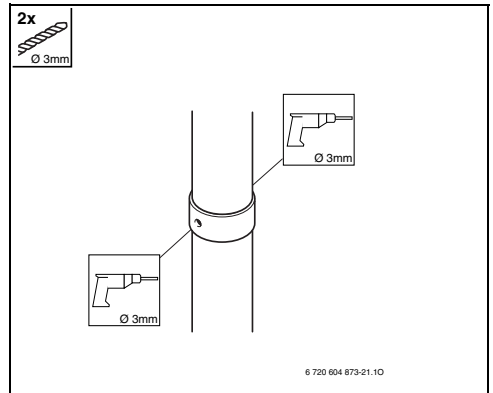

Fig. 37
►Abrir dois furos de Ø 3 mm no tubo do ar de combustão. Profundidade máxima do furo: 8mm! Em caso algum poderá o tubo de gases de combustão ser danificado! (Fig. 37).